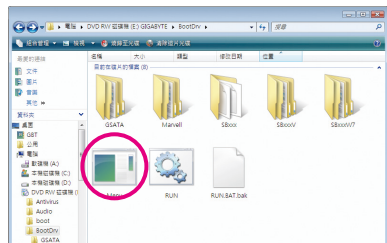
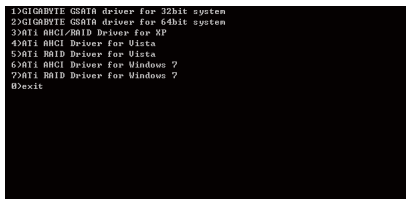

图2
图3
- 2: 进入光盘中「BootDrv」文件夹，双击「Menu.exe」文件(图2)后会出现「命令提示字符」画面，内含如图3的控制器选单。
- 3: 放入空白软盘。按下SATA控制器驱动程序代码后再按<Enter>键。以图3的选单为例，若要安装Windows操作系统到AHCI或RAID SATA硬盘，请选择「3) ATi AHCI/RAID Driver for XP」。